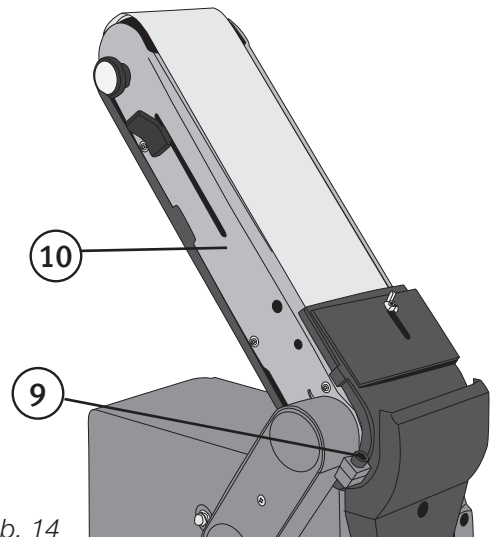

Abb. 14
3.7 Anwenden der Bandschleifmaschine in verschiedenen Winkeln (Abb. 14)